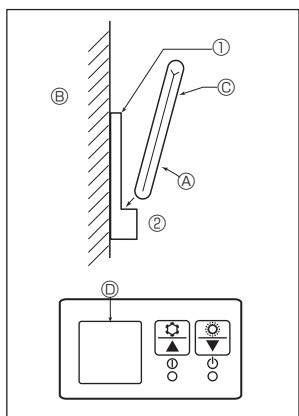

Fig. 6-7
2) Método de instalación (Fig. 6-7)
- ① Fije el soporte del mando a distancia en el lugar deseado con 2 tornillos rosados.
- ② Coloque el extremo inferior del mando en el soporte.